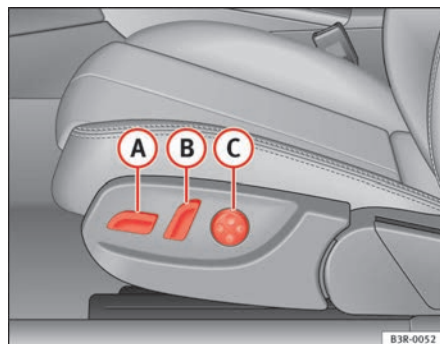
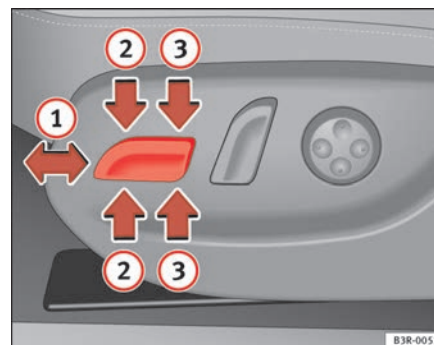

Fig. 107 Sedile anteriore
Fig. 108 Sedile anteriore
- Spingere l'interruttore (A ⇒ fig. 107) in avanti o indietro (1 ⇒ fig. 108 ⇒ ⚠).